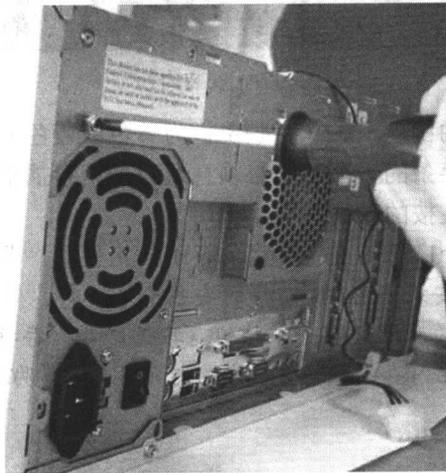

图 1.11 安装电源
(1) 将电源放进机箱上的电源位,并将电源上的螺丝钉孔与机箱上的固定孔对正。
(2) 先拧上一颗螺钉(固定住电源即可),然后将最后三颗螺钉孔对正位置,再拧上剩下的螺钉即可,如图 1.11 所示。